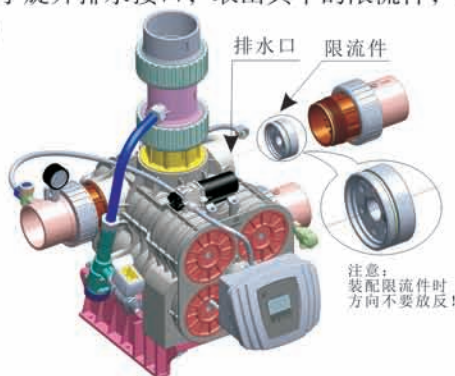

图1-4
③安装排水管路（未作特殊要求，出厂产品排水限流件均为配套7804射流器）
- c、如图1-4所示用扳手旋开排水接口，取出其中的限流件，更换符合要求的限流件（按P23表中钻孔）